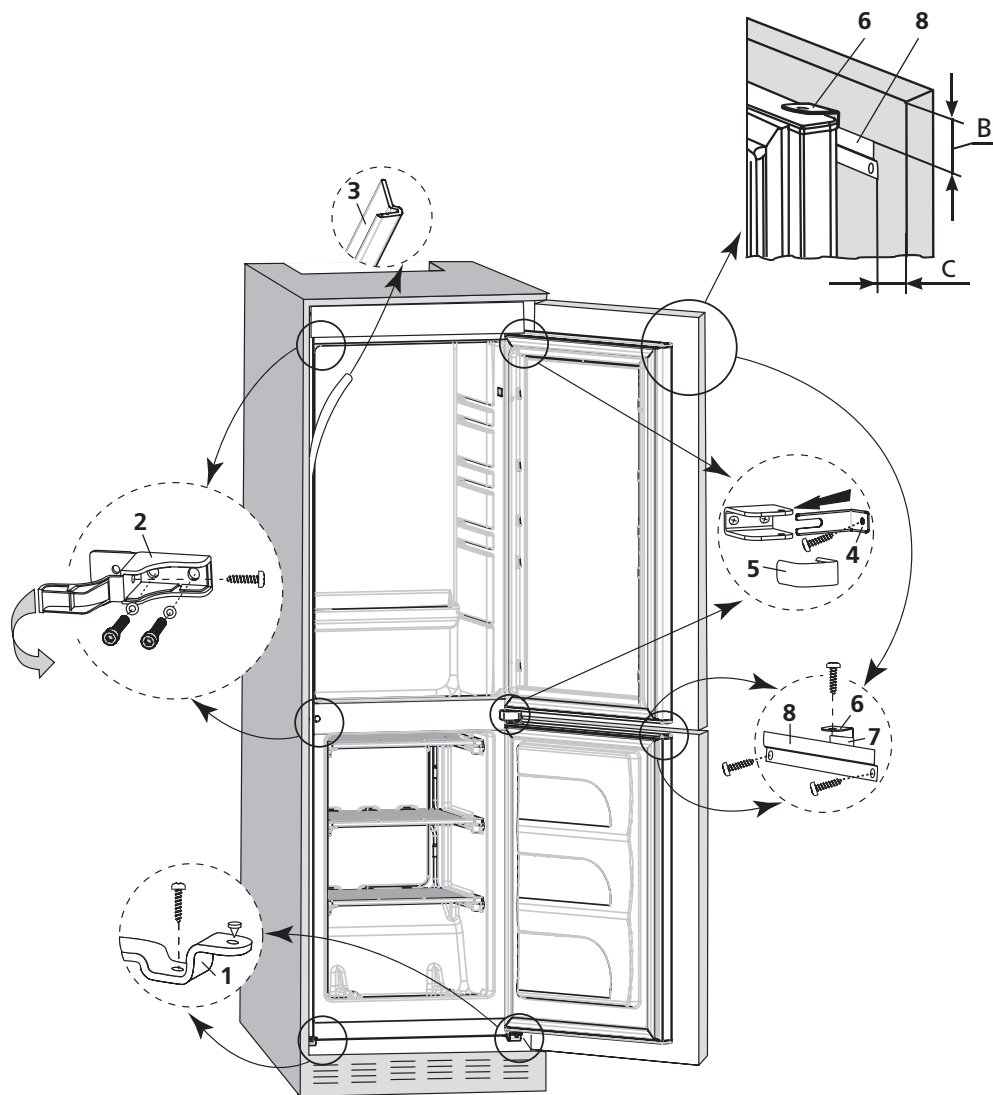
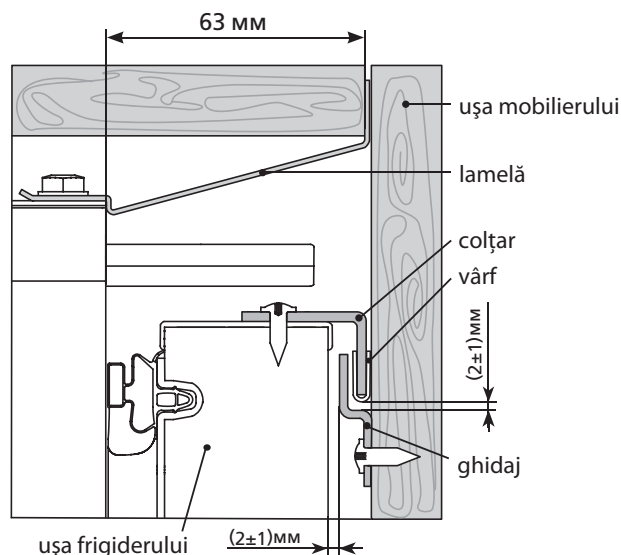

Figura 9 – Schema montării frigiderului
Figura 10 – Schema montării ușilor frigiderului și a mobilierului
3.1.4 Lipiți panoul decorativ 3 în conformitate cu figura 9, înlăturând banda de protecție a stratului lipicios, de pe suprafața laterală a frigiderului din partea de deschidere a ușii. Dacă este necesar, scurtați panoul decorativ după înălțimea mobilei.
3.2.3 Instalați consolele 2, în conformitate cu figura 9, înlăturând anterior capacele decorative din orificiile frigiderului. Fixați consolele cu două șuruburi și șaibe.
ATENȚIE! Distanța de la dulapul frigiderului până la proiectarea lamelei, în conformitate cu figura 10, trebuie să fie respectată de-a lungul înălțimii frigiderului. Pentru a asigura închiderea strânsă a ușii frigiderului distanța dată trebuie să fie de 63 mm .
Pentru montarea frigiderului la peretele lateral al mobilierului (din partea de deschidere a ușii) trebuie să fixați cu un șurub în direcție orizontală fiecare din console 2 în conformitate cu figura 9 și să acoperiți consola cu capacul.
3.2.7 Montați frigiderul la baza mobilierului: strângeți șuruburile în consolele 1, în conformitate cu figura 9.
Pentru a fixa ușa frigiderului la ușa mobilierului, în conformitate cu figura 9 este necesar:
- fixați cu două șuruburi ghidajul 8 pe partea de sus interioară a ușii deschise a mobilierului. Dimensiunea C în conformitate cu figura 9 trebuie să fie egală cu grosimea peretelui mobilierului, plus 20 mm. Dimensiunea B se determină de unirea colțarului 6 cu ghidajul 8 în conformitate cu desenele 9, 10. Deplasând ghidajul pe verticală (slăbind șuruburile de fixare în prealabil), trebuie de asigurat un spațiu de (2 ± 1) mm între ghidaj și vârful colțarului în conformitate cu figura 10 pentru a evita blocarea ușilor la deschidere simultană. Strângeți bine șuruburile de fixare a ghidajului.
3.3.2 Uniți ușa frigiderului și a mobilierului: slăbiți fixarea colțarului, prindeți-l în cursă cu ghidajul. Deplasând colțarul în direcția ușii mobilierului, trebuie să asigurați un spațiu de (2 ± 1) mm între ghidaj și ușa frigiderului, în conformitate cu figura 10, pentru a evita frecarea ghidajului de ușa frigiderului. Strângeți bine șurubul de fixare a colțarului.